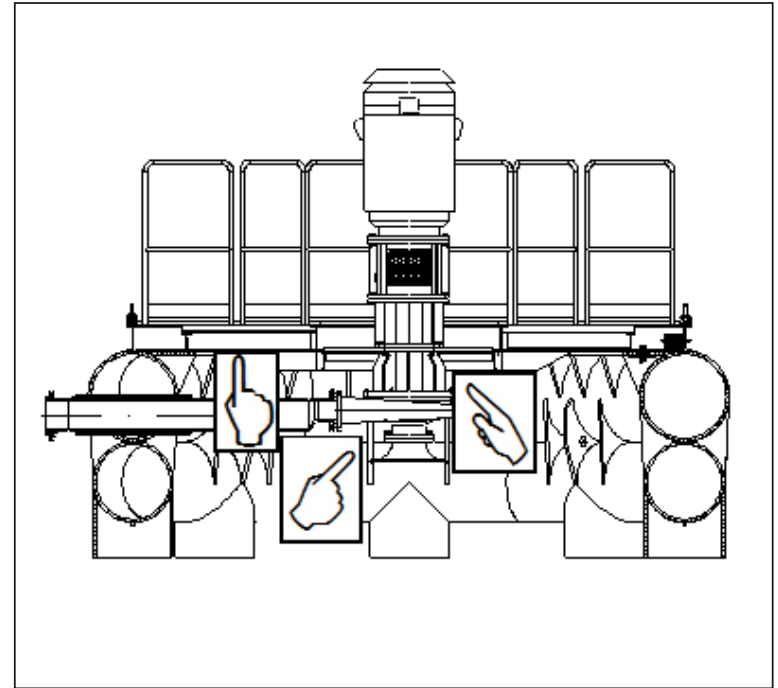

Figura 38
- Realizar periódicamente una inspección visual del estado de la pintura del equipo de bombeo, sobre todo aquellas zonas más expuestas al fluido bombeado o a los vapores de éste (figura 38), en caso de encontrarse deteriorado, programar a la brevedad mantención de pintura (repintado), para prevenir daños a las piezas de acero.